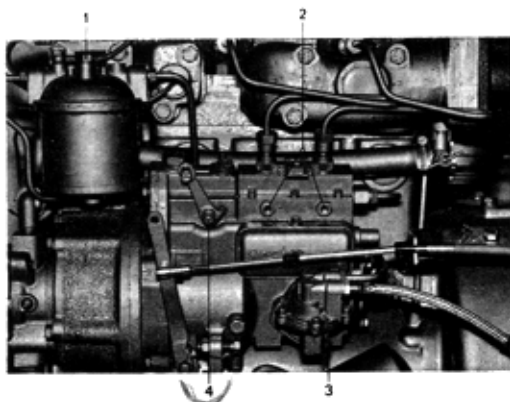

Abb. 6 Einspritzpumpe und Kraftstofffilter
- a) Kraftstoff mit der Handpumpeinrichtung vorpumpen, siehe 3, Abb. 6.
- b) Nippelschraube für die Rückkölleitung zum Kraftstofftank lösen. Diese befindet sich auf dem Kraftstofffilter, siehe 1, Abb. 6. Nochmals mit der Handpumpe pumpen, bis luftfreier Kraftstoff ausströmt.
- c) Die vordere Entlüftungsschraube auf der Einspritzpumpe öffnen, siehe 2, Abb. 6. Nochmals mit der Handpumpe pumpen, bis auch hier luftfreier Kraftstoff ausströmt. Entlüftungsschraube schließen.
Wenn der Motor bei kaltem Wetter verwendet wird, ist der Bedienungshebel in Lage für  $\frac{1}{4}$  der Höchstdrehzahl zu stellen, worauf der Kaltstartknopf auf der Einspritzpumpe für Zusatzkraftstoff einzudrücken ist (4, Abb. 6).